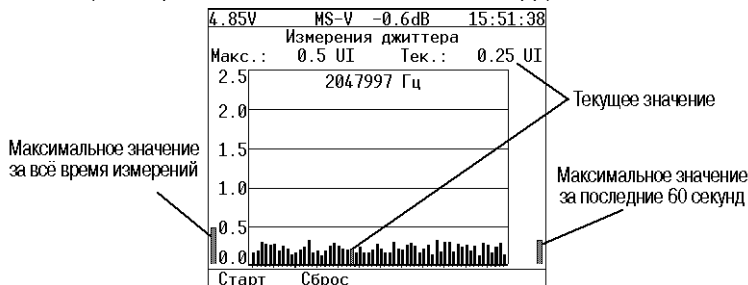

Рисунок 8.23. Меню «Измерения джиттера»
8.11.1. Меню **Измерения джиттера** предоставляет возможность измерения и анализа фазового дрожания «джиттера» в принимаемом сигнале. Пример измерений приведен на рис. 8.23. (шаг горизонтальных линий сетки — 0.5 UIpp)